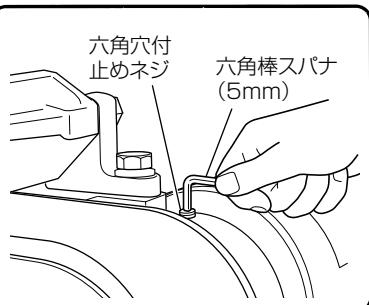

図16
- (1) 図16 のように六角穴付止めネジを付属の六角棒スパナ（5mm）でゆるめ、定盤を垂直位置に動かします。